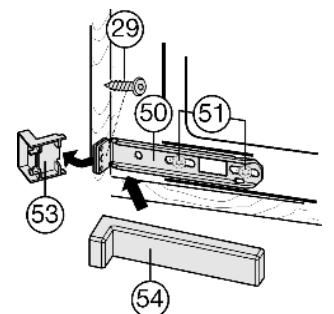

Fig. 19
- ▶ Немного ослабьте винты *Fig. 19 (51)*.
- ▶ Закрепите нижний крепежный уголок *Fig. 19 (50)* с помощью винтов для стружечной плиты *Fig. 19 (29) ø4x19* на стенке мебели.
- ▶ Удалите выступающий конец крышки *Fig. 19 (53)*. Он больше не понадобится.
- ▶ Затяните винты *Fig. 19 (51)*.
- ▶ Установите крышку *Fig. 19 (54)* на нижний крепежный уголок *Fig. 19 (50)*.